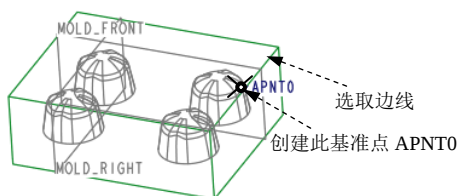
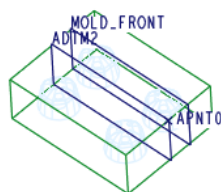

图 22.6 创建基准点 APNT0
图 22.7 创建基准平面 ADTM2
(1) 创建图 22.6 所示的基准点 APNT0。
- ① 单击 **模具** 功能选项卡 **基准** 区域中的  按钮。
- ② 在图 22.6 中选取坯料的边线。
- ③ 在“基准点”对话框中，先选择基准点的定位方式 **比率**，然后在左边的文本框中输入基准点的定位数值（比率系数）0.5。
- ④ 在“基准点”对话框中单击 **确定** 按钮。
(2) 穿过基准点 APNT0，创建图 22.7 所示的基准平面 ADTM2。操作过程如下。
- ① 单击 **模型** 功能选项卡 **基准** 区域中的“平面”按钮 .
- ② 选取基准点 APNT0。
- ③ 按住 Ctrl 键，选择 MOLD_FRONT 基准平面。
- ④ 在“基准平面”对话框中单击 **确定** 按钮。